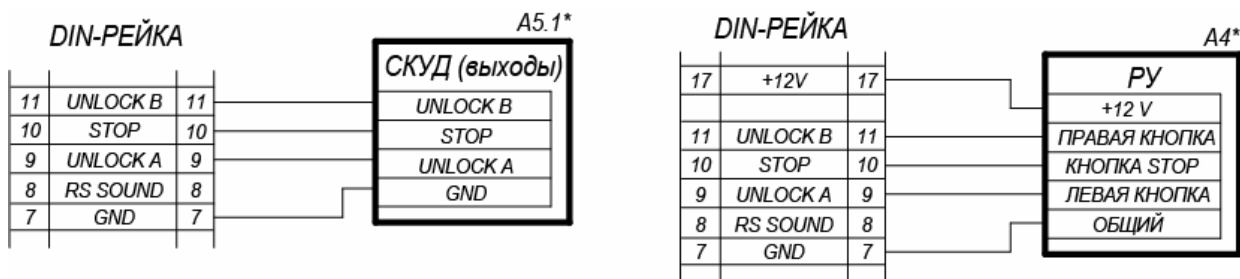

Рисунок 11. Схема соединений турникета и дополнительного оборудования (перечень элементов схемы приведен в таблице 7)
Также на внутренней поверхности крышки турникета имеется наклейка со схемой подключений турникета и дополнительного оборудования, аналогичная приведенной на рис. 11.
17. Подключите к контактам DIN-рейки в соответствии со схемой подключения турникета и дополнительного оборудования (см. рис. 11):
- два кабеля индикации (12);
- кабель питания турникета (13);
- кабель питания ЛПП (16);
- кабель устройства *Fire Alarm* (14) (в случае отсутствия устройства *Fire Alarm* убедитесь в наличии перемычки «*Fire Alarm*»);